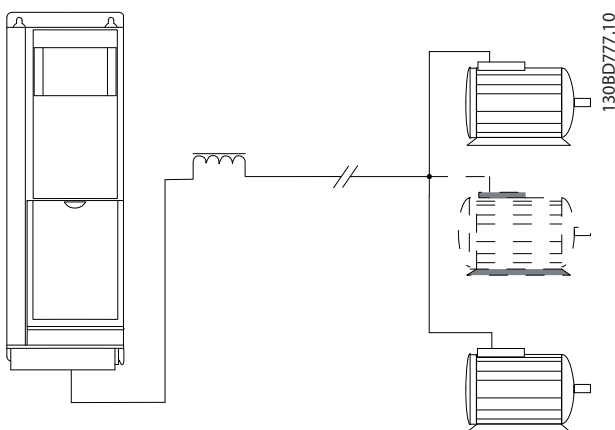
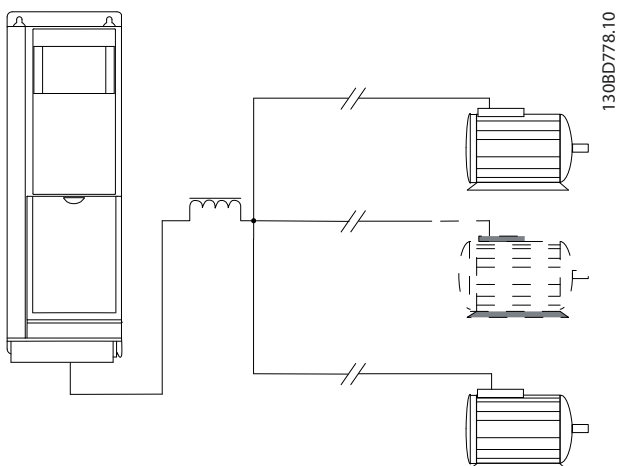

图 3.14 带负载的并行电缆
图 3.15 长并行电缆的 LC 过滤器
- 只要并联的每根电缆的长度不超过 10 米，表 3.4 中指定的电机电缆总长度即有效，请参阅图 3.14 和图 3.15。
- 考虑电机电缆两端的压降，请参阅图 3.15。
- 对于长并行电缆，使用 LC 滤波器，请参阅图 3.15。